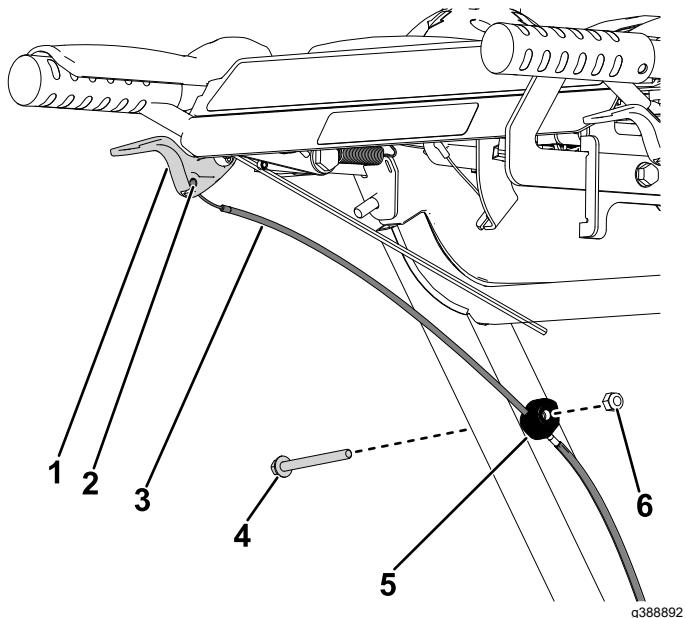

Bild 5
6. Trennen Sie den Kupplungszug auf der linken Seite der Maschine vom Kupplungshebel (Bild 5). Wiederholen Sie diese Schritte an der rechten Seite.
7. Entfernen Sie auf der linken Seite der Maschine die Sechskantmutter ($\frac{1}{4}$ ") und die Schraube ($\frac{1}{4}$ " x $2\frac{3}{4}"), mit denen die Kabelklemme am unteren Griffrohr befestigt ist (Bild 5). Wiederholen Sie diese Schritte an der rechten Seite.$